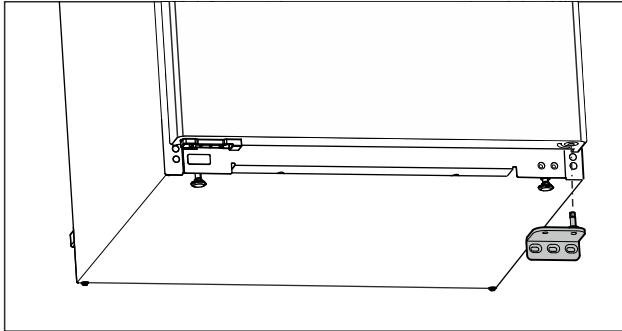

Fig. 11
- ▶ Снимите опорный кронштейн движением вниз. (см. Fig. 11)